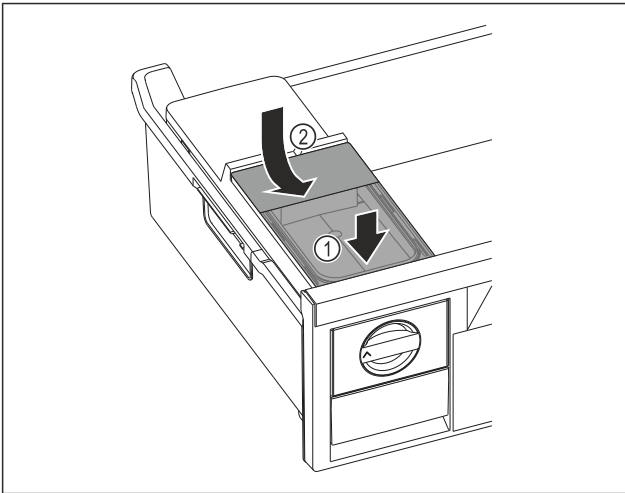

Fig. 122
- ▶ Watertank aan de voorkant plaatsen. Fig. 122 (1)
- ▶ Watertank aan de achterkant laten zakken. Fig. 122 (2)